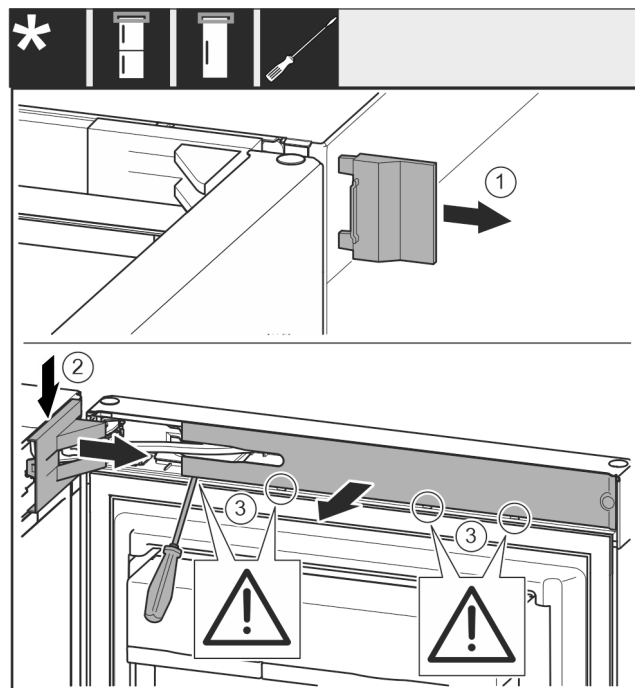

Fig. 8
- ▶ Snemite pokrov Fig. 8 (1).
- ▶ Snemite in odstranite pokrov ležajnega podstavka Fig. 8 (2).
- ▶ Snemite pokrov ležajnega podstavka Fig. 8 (2).
- ▶ S ploščatim izvijačem sprostite zaslonko Fig. 8 (3) in jo obrnite na stran.